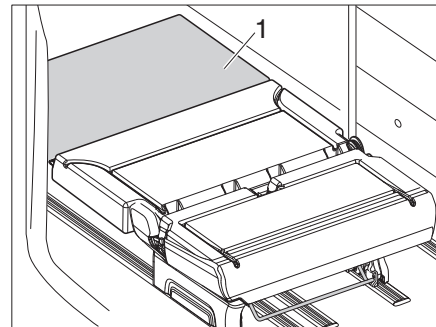

Figura 16 Banco de asiento en posición para dormir
- Mueva el banco de asiento por completo hacia atrás, hasta que esté al ras con la extensión de cama (Figura 16,1).